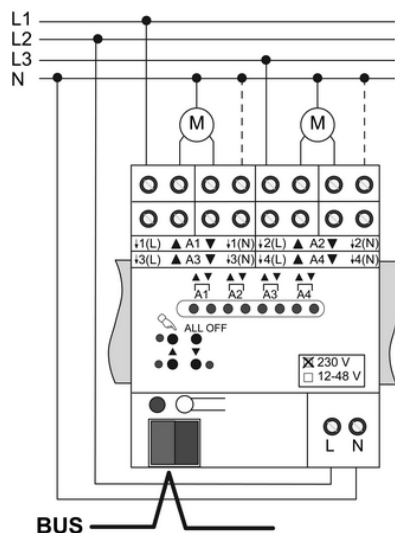

Figure 5
- Raccorder le câble bus avec la borne de sortie (figure 5).
- Raccorder l'alimentation en tension secteur (figure 5).
Les conducteurs N correspondants sont raccordés aux sorties concernées (figure 5).